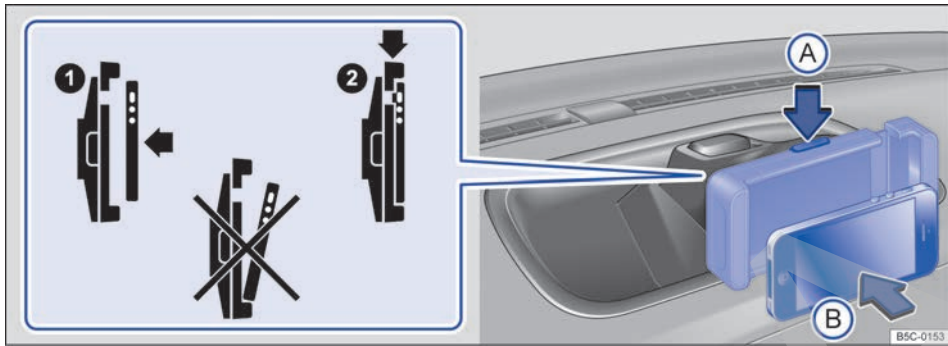

Fig. 135 En la consola central: montaje del iPhone.
- Mientras presiona la tecla de desbloqueo → fig. 135 (flecha A), coloque el iPhone recto en el alojamiento (flecha B) → ⓘ.
- Con la otra mano presione la tecla de desbloqueo → fig. 135 (flecha A) hasta que el dispositivo se pueda sacar del alojamiento.
- Coloque siempre el iPhone recto en el soporte portátil → fig. 135. Si se coloca el iPhone inclinado, las conexiones eléctricas del iPhone y el soporte portátil para iPhone podrían resultar dañados.